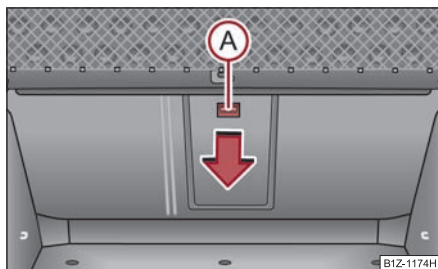

Fig. 133 Portbagajul: Tasta de deblocare
- Împingeți tasta de deblocare în jos (A) ⇒ fig. 133 și rabatați capacul (cu cotiera) în față.
- Rabatați capacul și cotiera în sus, până la limită - capacul trebuie să se fixeze cu zgomot. Închiderea corectă a capacului o recunoașteți după zona roșie de deasupra tastei de deblocare (A). Ea nu trebuie să fie vizibilă din portbagaj ⇒ pagina 105, fig. 133.